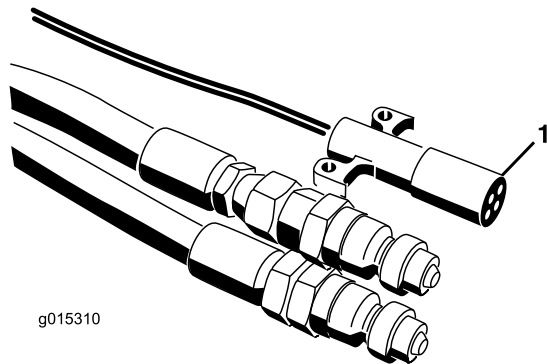
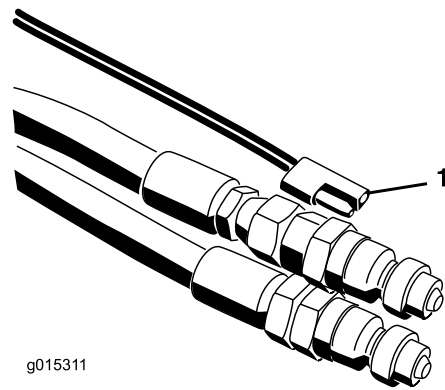

Figura 18
Figura 19
7. Ligue a cablagem de alimentação ao veículo de reboque (Figura 18 & Figura 19). Nos modelos SH coloque o ligar/desligar do pendente ao alcance do banco do condutor. Verifique se o interruptor está desligado.